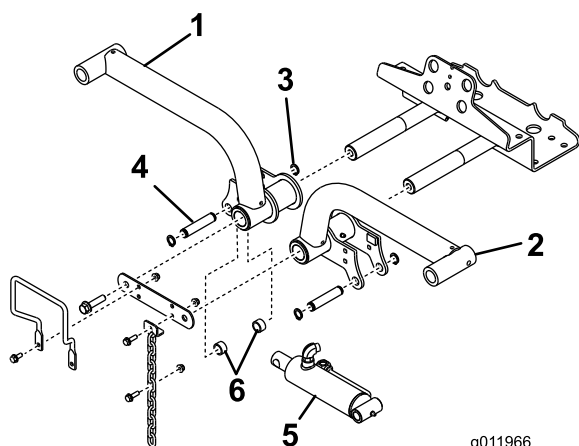

Figura 15
- Insira os braços de elevação nas hastes de articulação dos braços de elevação (Figura 15) e fixe cada uma ligação do veio da articulação do braço de elevação e os parafusos anteriormente retirados.
- Fixe a extremidade direita do cilindro de elevação no braço de elevação direito com um pino e 2 espaçadores (Figura 15). Fixe-a com um anel de retenção.